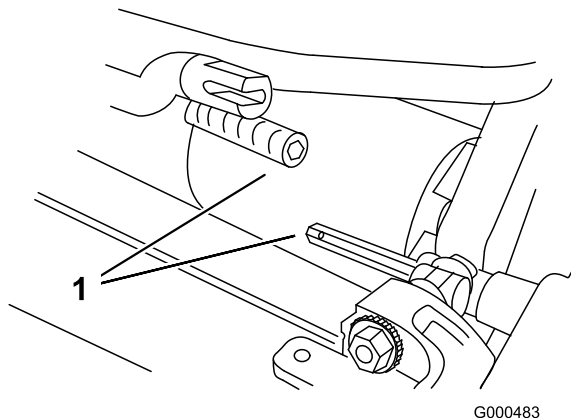

Figura 46
6. Tire de la unidad de corte unas 5 cm hacia adelante, y luego a la derecha, para desconectar el acoplamiento de la transmisión (Figura 46).